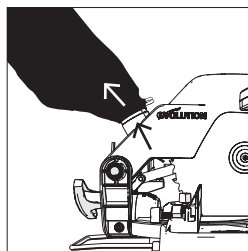

Fig. 31
- Introduceți sacul de praf peste fanta de extracție a prafului, asigurându-vă că clema cu arc strânge bine duza care ține sacul de praf (**Fig. 31**).